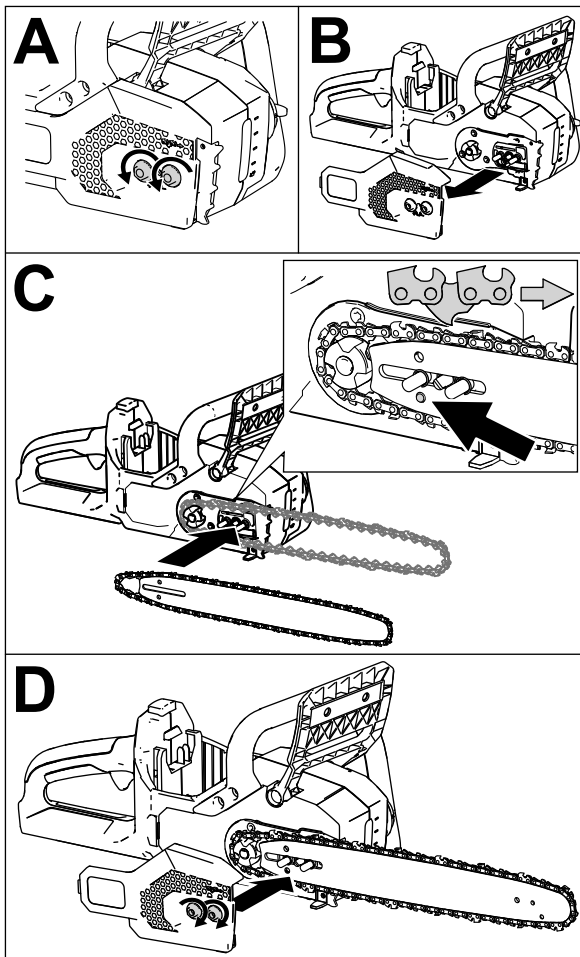

Figure 34
1. Si le couvercle latéral est monté sur la machine, desserrez les écrous captifs qui le fixent sur la machine et déposez-le (A et B de Figure 34).
2. Placez la chaîne autour du pignon d'entraînement à l'extrémité avant du guide, **en dirigeant vers l'avant le bord coupant des dents au sommet du guide**, comme montré sur le schéma figurant sur le côté de la tronçonneuse (C de Figure 34).
4. Placez la boucle ouverte de la chaîne (qui n'est pas sur le guide) autour du pignon d'entraînement de la tronçonneuse, puis montez le guide et la chaîne fixée en place comme montré en C sur la Figure 34.
Important: Vérifiez que le goujon de réglage de la chaîne est bien inséré dans le trou indiqué par la flèche en C sur la Figure 34. Vous devrez peut-être tourner le bouton de réglage de tension de la chaîne pour pouvoir enfiler le goujon dans le trou du guide.
5. Posez le couvercle latéral, mais ne serrez pas complètement les écrous captifs (D de Figure 34).